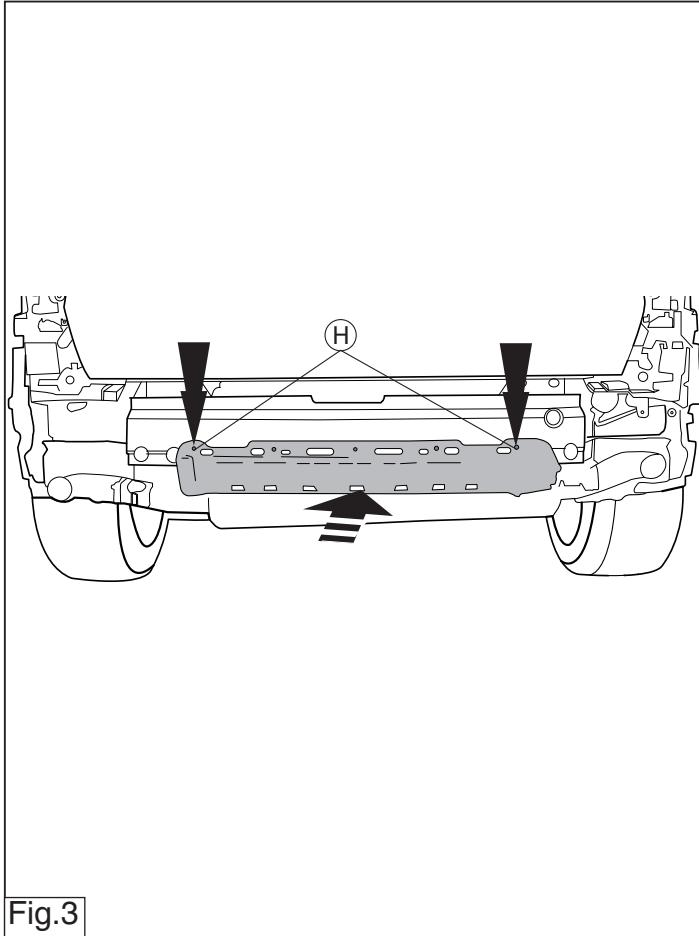

Fig.3
7. Установить пластмассовый корпус на поперечный брус боксирного крюка в точках Н. См. рисунок 3.